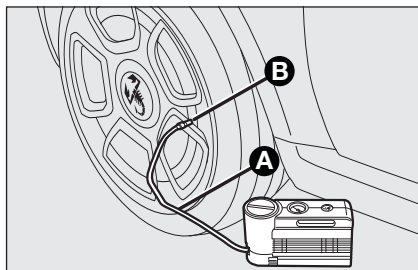

fig. 13
- ☐ **Azionare il freno a mano.** Svitare il cappuccio dalla valvola del pneumatico, estrarre il tubo flessibile di riempimento **A-fig. 13** ed avvitare la ghiera **B** sulla valvola del pneumatico;